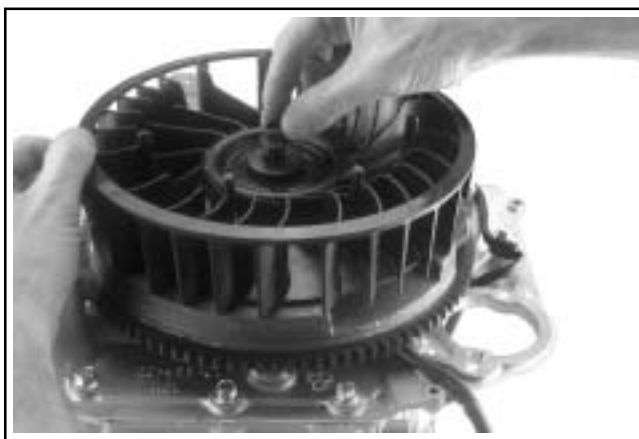

Figura 10-45. Instalación del ventilador y los accesorios de montaje en el volante.
4. Instale la placa de montaje en el ventilador, alineando las cuatro muescas e instale a continuación la arandela plana de mayor espesor y el tornillo hexagonal con resalte. Ver Figura 10-45.